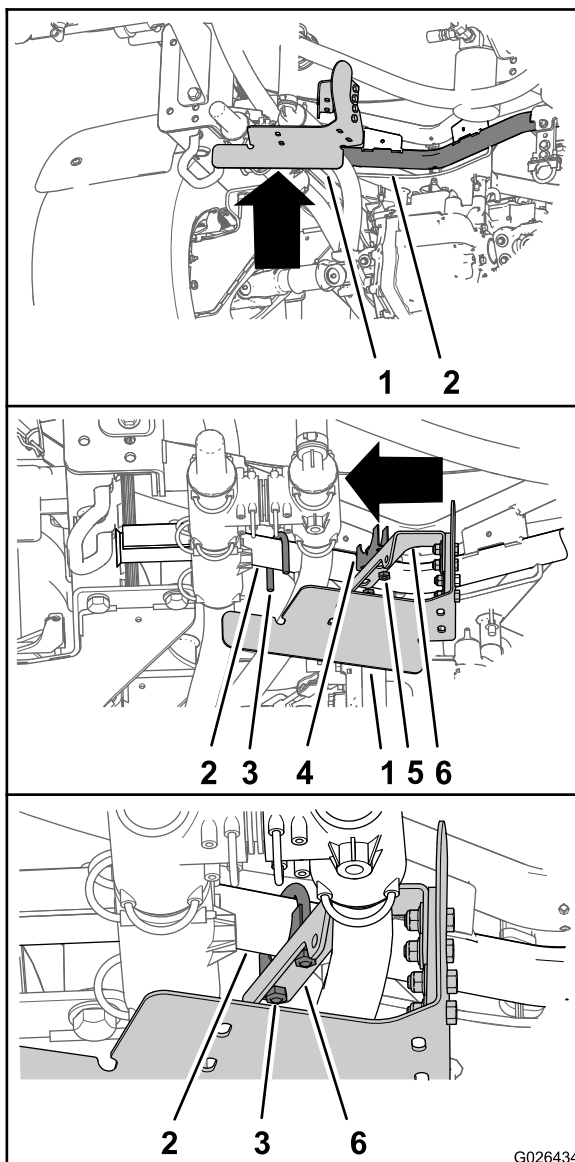
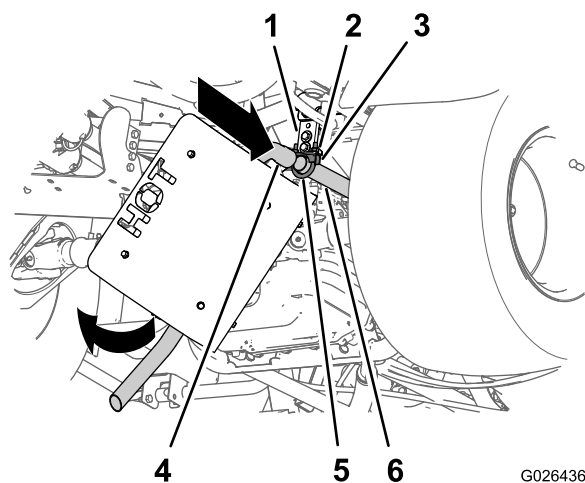
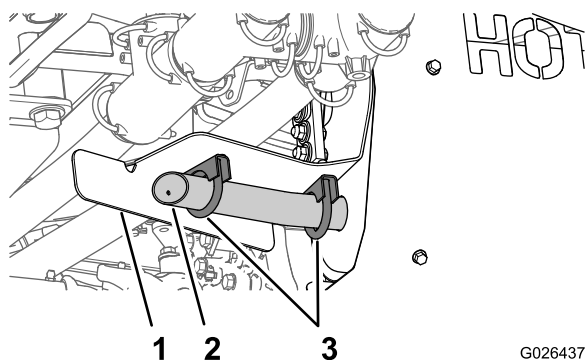

図 12
図 13
図 14
1. 3 ヒートシールドとサポートブラケットを組み付ける (ページ 3) で組み立てたマフラーとテールパイプブラケットを、タンクサポートチューブに合わせる 図 12。
2. マフラークランプ1-1/2 インチのUボルトを、タンクサポートチューブに組み付ける 図 12。
3. タンクサポートチューブにマフラーブラケットを取り付ける Uボルト 1-1/2 インチinch、サドルブラケット 1-1/2 インチ、ナット 図 12 を使用する。
1. マフラーのインレットパイプを排気管の開放端にあわせる 図 13。
3. マフラーを上回転させて、マフラーのテールパイプをテールパイプブラケットに整列させる 図 13 と 図 14。
4. テールパイプブラケットにテールパイプを取り付けるマフラー用クランプ1-1/4 インチ2本を使って、図 14に示すように取り付ける。
5. 排気管とマフラーのインレットパイプ 図 13、テールパイプとテールパイプブラケット 図 14、マフラーブラケットとタンクサポートチューブ 図 12 のそれぞれのナットを